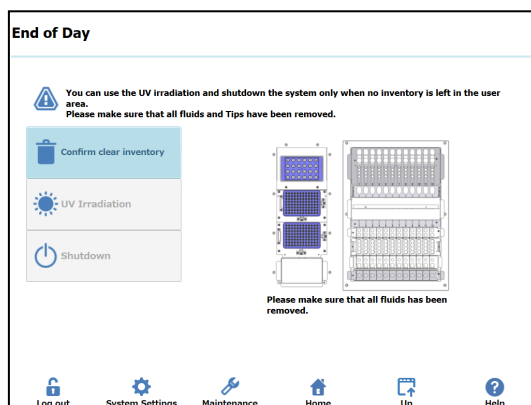

Figura 20: Schermata “End of Day” (Fine della giornata)
26. Dalla schermata Home selezionare “End of Day” (Fine della giornata). Appare la seguente schermata (Figura 20).